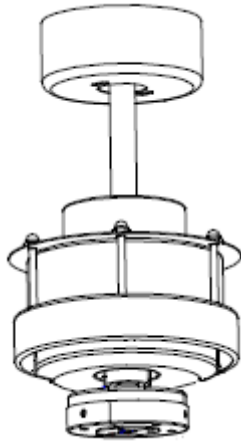

Abb. 4
- Befestigen Sie das Ventilatorenaggregat an der Halterung. Abb. 4